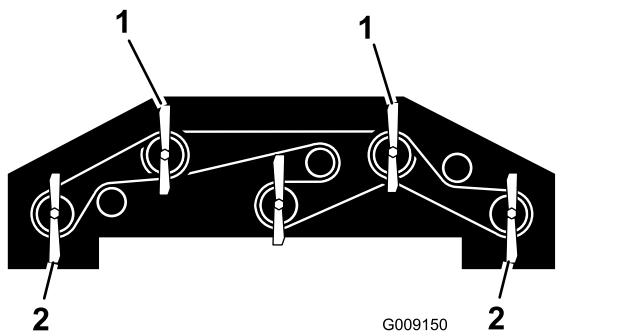

Figure 126
- Tournez chaque lame pour qu'elle pointe vers l'avant (Figure 126).